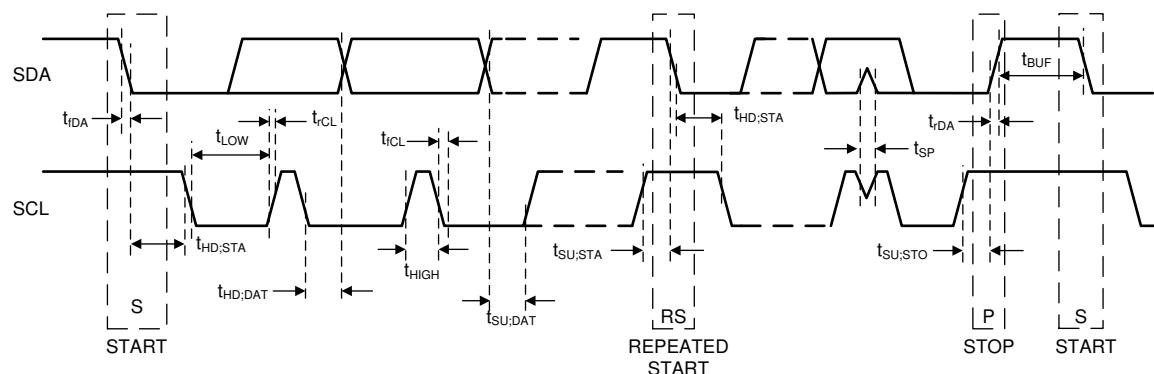

図 6-1. I²C タイミング
(1) タイミング図については、図 6-1 を参照してください。
(2) C_b は 1 本のバスラインの容量を表します。 C_b は pF 単位で表されます。